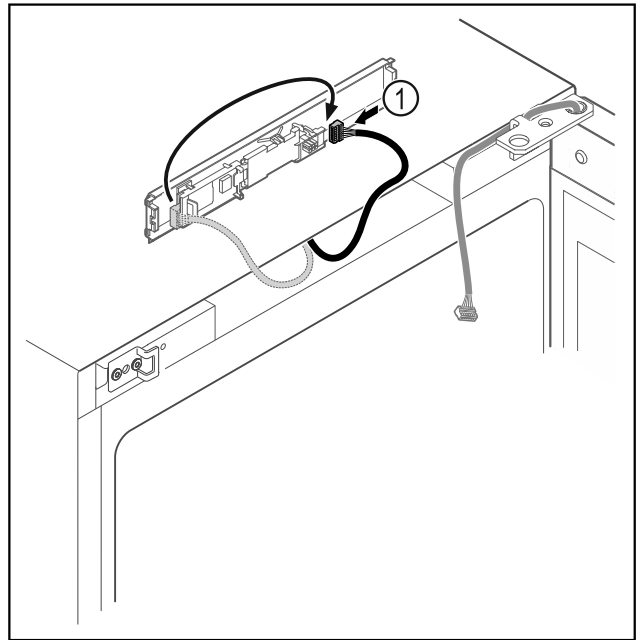

Fig. 17
- Stekker Fig. 17 (1) op printplaat verwisselen.